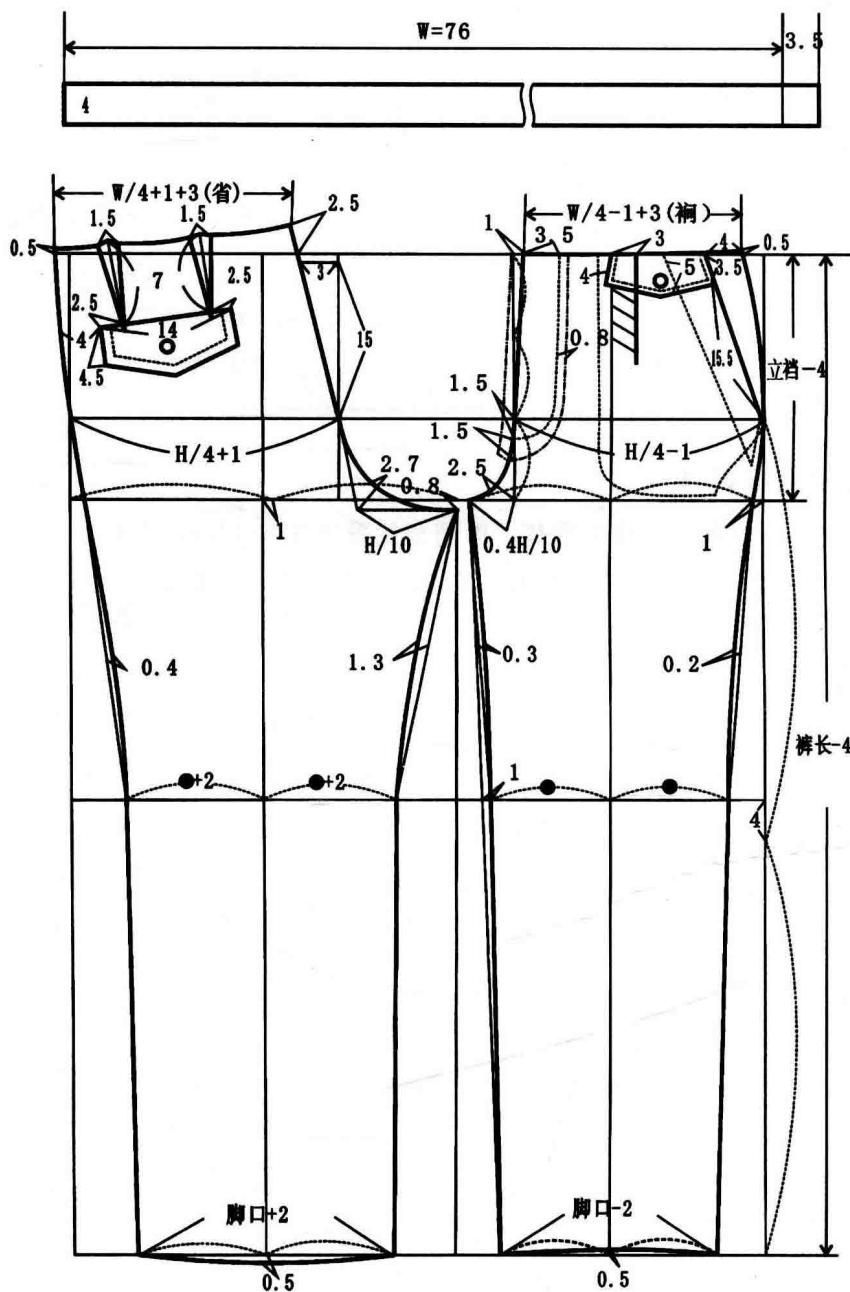
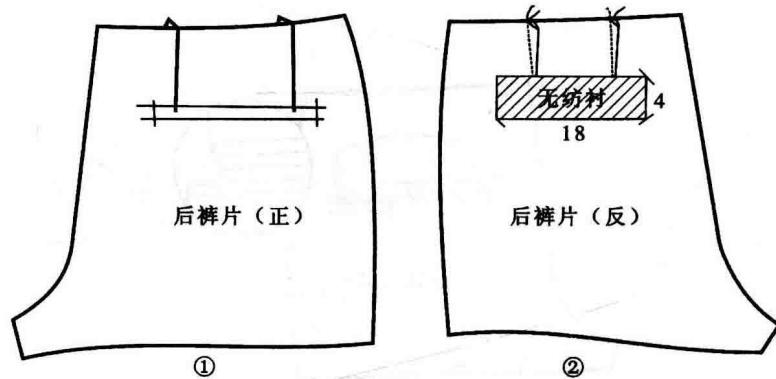

图 1.1-1 前后片纸样设计
图 1.1-15 口袋定位、粘衬
(一) 样板制图(见图 1.1-1)
定位(见图 1.1-15—①): 先在后裤片正面画出袋位, 袋位确定详见图 1.1-1“口袋定位”。
烫衬(见图 1.1-15—②): 将后裤片反面朝上放在布馒头上, 袋位粘宽 4cm、长 18cm 无纺衬。